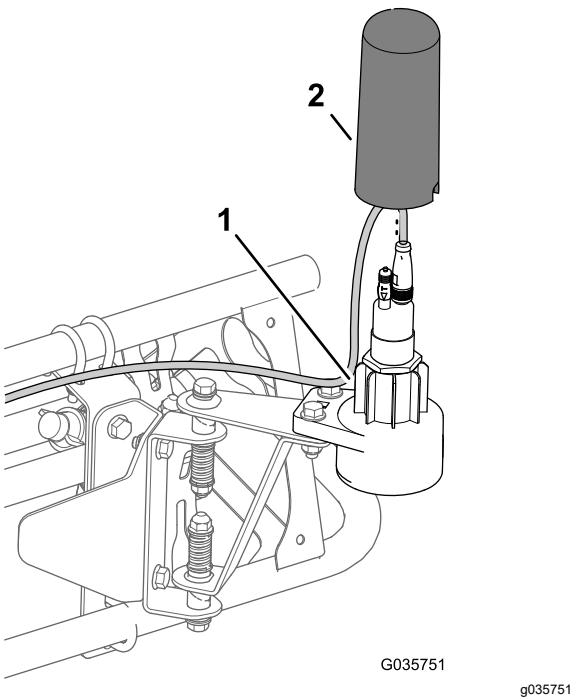

Figura 24
4. Installate il vano superiore sopra il sensore e sul vano inferiore (**Figura 24**).